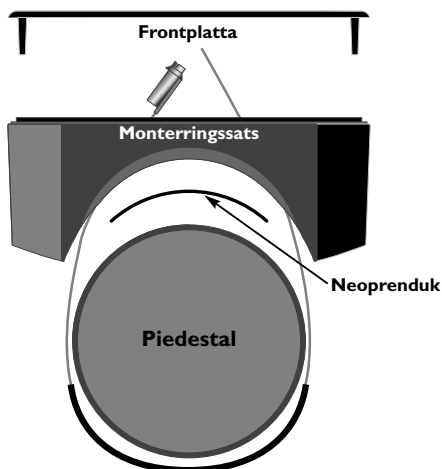

Fig 5.5 - Montering av slangklämmor
5. Trä slangklämmorna genom monteringsattsens spar, runt piedestalen och in i monteringsattsens andra sida igen (Fig 5.5) -